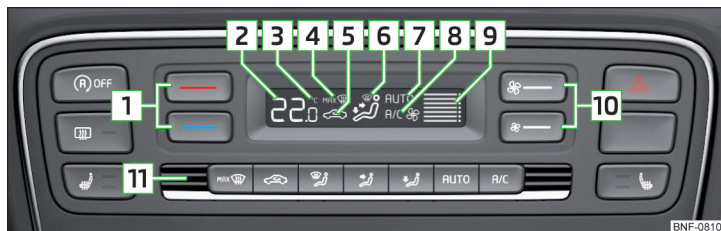

Fig. 90 Betjeningslementer til Climatronic
Du kan indstille eller aktivere nogle funktioner ved at trykke på den pågældende knap » Fig. 90. Når funktionen er aktiveret, bliver det pågældende symbol vist i displayet.
Dæk ikke kabinetempersensoren **11** » Fig. 90 til, da det kan have negativ indflydelse på funktionen af Climatronic.
- ▶ Tryk på knappen **AUTO** for at **aktivere**. I displayet bliver **AUTO** (pos. **7** » Fig. 90 på side 65) vist.